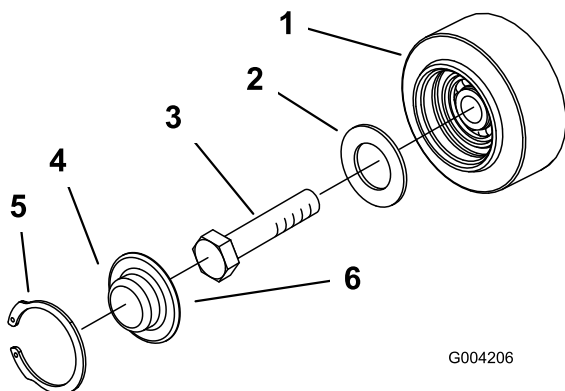

Рисунок 49
3. Снимите с опорного катка стопорное кольцо и колпачок (Рисунок 49).
4. Проверьте наличие смазки под колпачком и вокруг прокладки (Рисунок 49). Если она грязная, содержит песок, или истощилась, удалите всю смазку, замените прокладку и заложите свежую смазку.
6. Поместите наполненный смазкой колпачок опорного катка поверх головки болта (Рисунок 49).
7. Закрепите колпачок опорного катка стопорным кольцом (Рисунок 49).